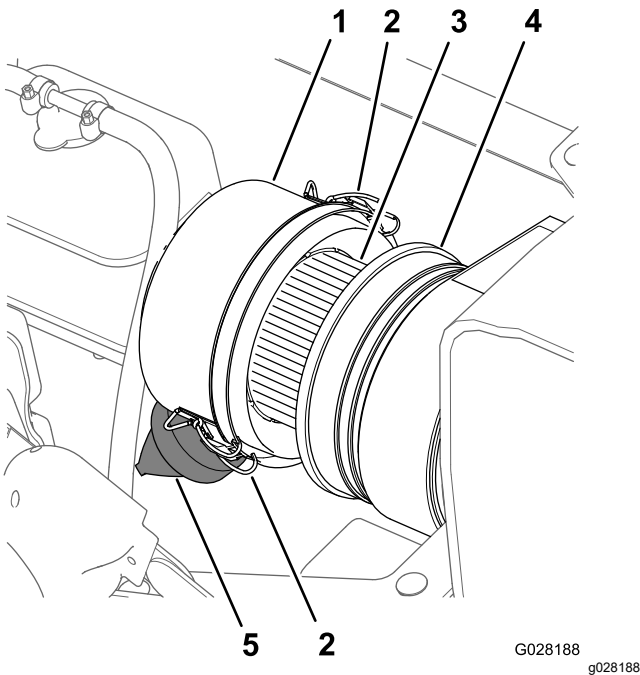
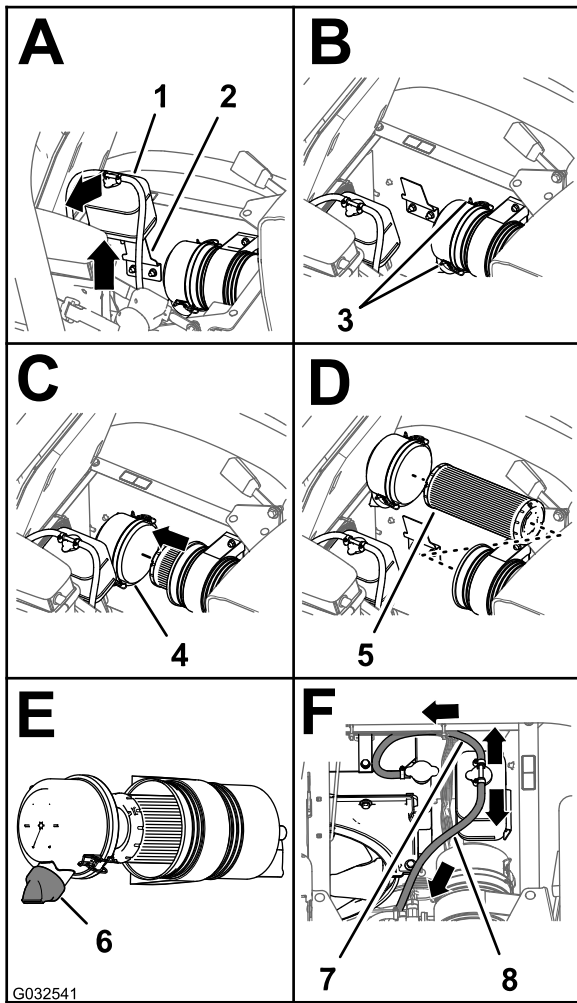

Figura 71
Figura 72
3. Limpie el tapón guardapolvo y el cuerpo del limpiador de aire (Figura 71).
5. Apriete la válvula de polvo para limpiarla de suciedad, polvo y residuos (Figura 71).
7. Compruebe si el elemento del filtro de aire tiene una acumulación excesiva de suciedad, polvo y residuos (Figura 71).
8. Instale el tapón guardapolvo en el cuerpo del limpiador de aire, y sujete el tapón con los 2 enganches (Figura 71).
2. Limpie el tapón guardapolvo y el cuerpo del limpiador de aire (Figura 71).
3. Levante el depósito de expansión del refrigerante y retírelo del soporte del depósito (Figura 72).
4. Inspeccione la carcasa del limpiador de aire en busca de daños que pudieran causar una fuga de aire (Figura 71).
4. Abra los dos enganches que sujetan el tapón guardapolvo a la carcasa del limpiador de aire (Figura 72).
6. Limpie el interior del tapón guardapolvo, la carcasa del limpiador de aire y la válvula de polvo con un trapo húmedo (Figura 71 y Figura 72).
7. Instale el elemento del filtro de aire en la carcasa del limpiador de aire (Figura 72).
8. Instale la tapa sobre el cuerpo del limpiador de aire y sujétela con los 2 enganches (Figura 72).
**Nota:** Asegúrese de que la válvula de polvo está alineada a una posición entre las 5 y las 7, vista desde el extremo (Figura 72).
9. Alinee el depósito de expansión del refrigerante con el soporte del depósito y coloque el depósito firmemente (Figura 72).
**Importante:** Asegúrese de que la manguera de alivio de presión está enrutada hacia delante y hacia abajo, y que la manguera de ventilación está enrutada hacia atrás, como se muestra en la Figura 72.